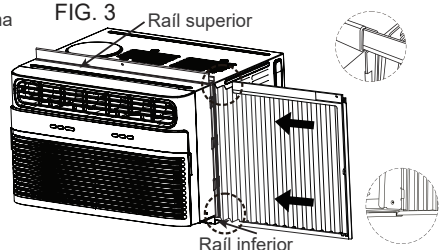

FIG. 3
- Una vez que el panel haya sido instalado en el lateral de la carcasa, compruebe que está firmemente asentado en el canal haciendo pequeños ajustes. Deslice los extremos superior e inferior del marco en los raíles superior e inferior de la carcasa. Vea la FIG. 3.